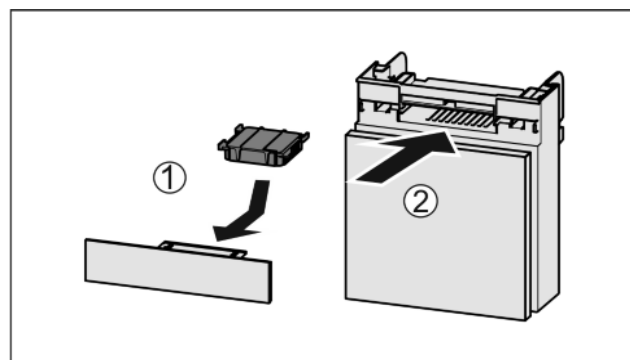

Fig. 52
- ▶ Pange Fig. 52 (1) aktiivsõefilter joonise järgi sisse.
- ▶ Lükake Fig. 52 (2) laegas sisse.